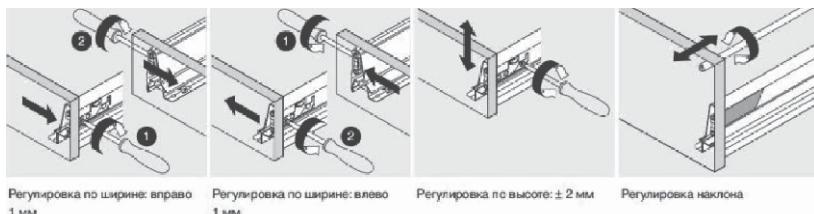

Рис. 16
- вращая винты регулировки, согласно схеме (рис.16), устранит несоответствия зазоров между фасадом ящика и смежными с ним деталями,